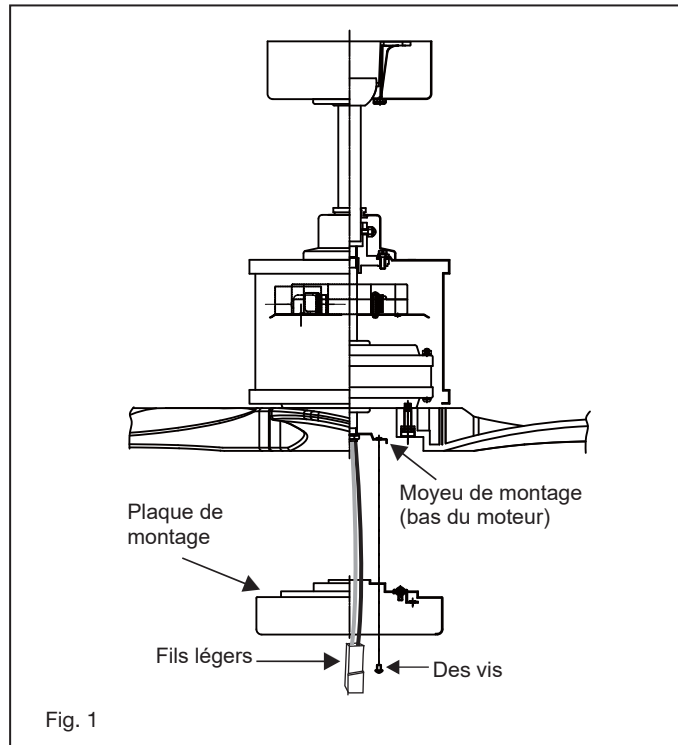

Fig. 1
- 1 Insérez le récepteur dans le haut du boîtier du ventilateur. (Fig. 1) Pour de meilleures performances, assurez-vous que l'antenne noire, à l'extrémité du récepteur, reste déployée et ne s'emmêle avec aucun des fils électriques.
- 1 Retirez l'une des trois vis du moyeu de montage situé sur le moteur du ventilateur. Desserrez les 2 autres vis. (Ne pas retirer) (Fig.1)